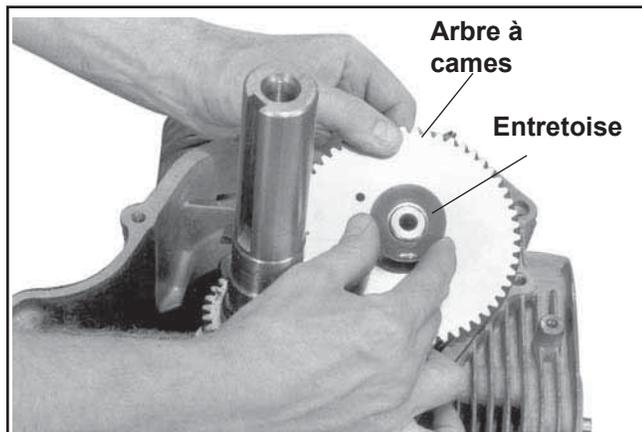

Figure 9-69. Enlèvement de l'arbre à cames (Noter l'entretoise).
1. Enlever l'arbre à cames et l'entretoise. Voir la Figure 9-69.